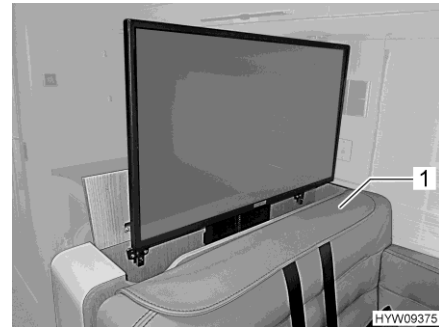

Fig. 102 Pantalla plana (extraída)
- Insertar la cubierta (Fig. 102,1) incluida en la caja del reposacabezas.